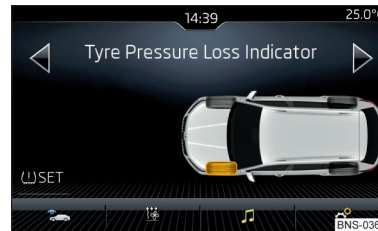

Fig. 314
- la touche de fonction (⚠) SET » fig. 314.
Si le voyant  s'allume dans le combiné d'instruments, le pneu concerné peut être affiché dans l'infodivertissement » fig. 314.